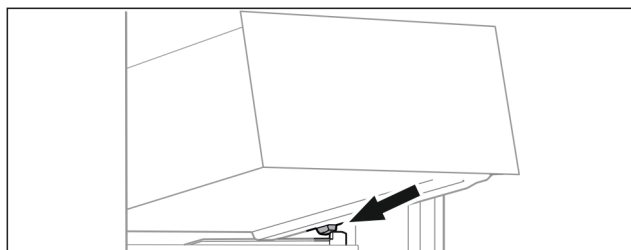

Fig. 58
- ▶ Nasadte zásuvku šikmo za zarážky na žebrování na nádoby. (viz Fig. 58)